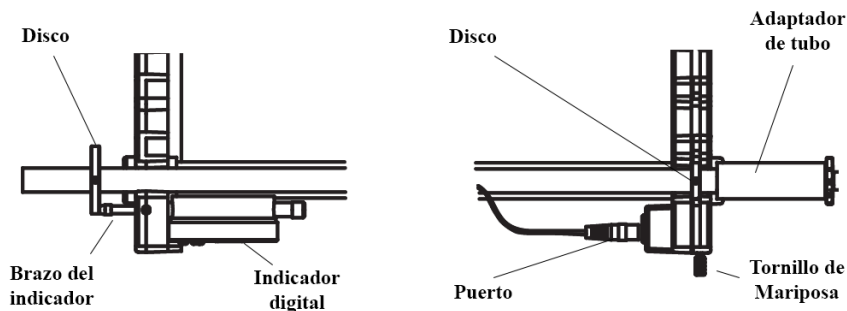

Figura 3: Ilustración de la colocación del tubo en el paso 2.
2. Monte la varilla metálica en el marco como se muestra en la Figura 3. El disco circular pequeño de la varilla encaja en una ranura en el extremo alto del marco. El disco circular grande de la varilla presiona contra la punta del brazo del indicador digital.
3. Gire la varilla de metal para que el cable auxiliar del termistor esté abajo y el aislamiento de espuma en la parte superior. Conecte el cable auxiliar del termistor al puerto que esté en el extremo alto del marco (ver Figura 3).